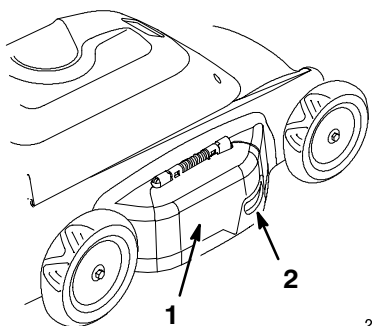

Figure 7
1. Ouvrir la porte de paillage en la soulevant par la poignée (Fig. 7).
La tondeuse est conçue pour assurer le paillage lorsque la porte de paillage est entièrement fermée (Fig. 7). Pour obtenir le meilleur résultat possible et la plus belle apparence du gazon lors du paillage d'herbe ou de feuilles, voici quelques recommandations :